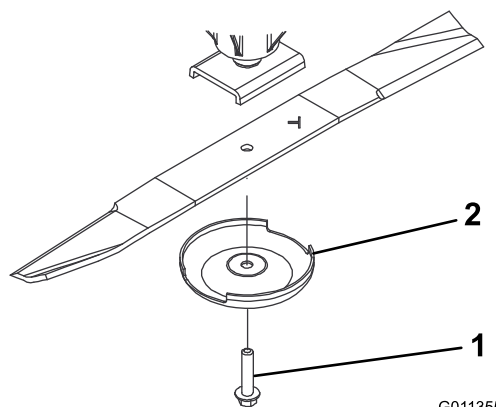

Рисунок 74
3. Снимите болт ножа, защитный колпак и нож с вала шпинделя (Рисунок 74).